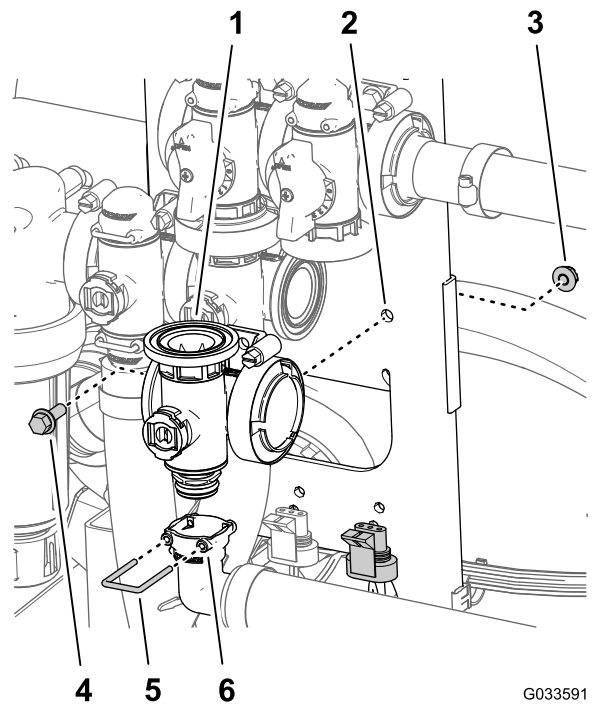

図 115
2. マスターブームバルブ用のマニホールドカップリングに90° 出口フィッティングを固定しているリテーナを外す 図 115。
3. マスターブームバルブをバルブマウントに固定しているフランジヘッドボルト $\frac{1}{4}$ x $\frac{3}{4}$ "とフランジロックナット $\frac{1}{4}$ "を外してバルブマニホールドを機体から取り外す 図 115。